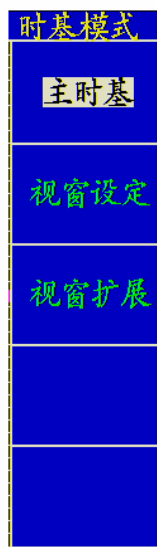

图 5-14: 时基模式菜单
3. **水平菜单**按键。按下 **水平菜单** 按键，屏幕显示操作菜单见图5-14。